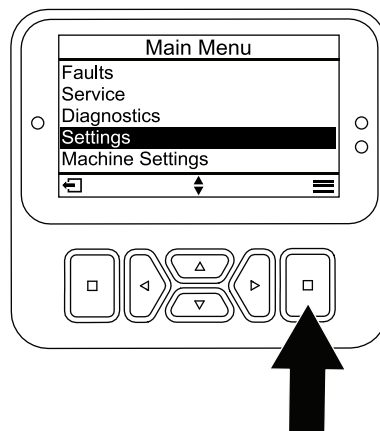

Figura 22
1. En el menú PRINCIPAL, vaya al menú AJUSTES y pulse el botón Seleccionar (Figura 22).